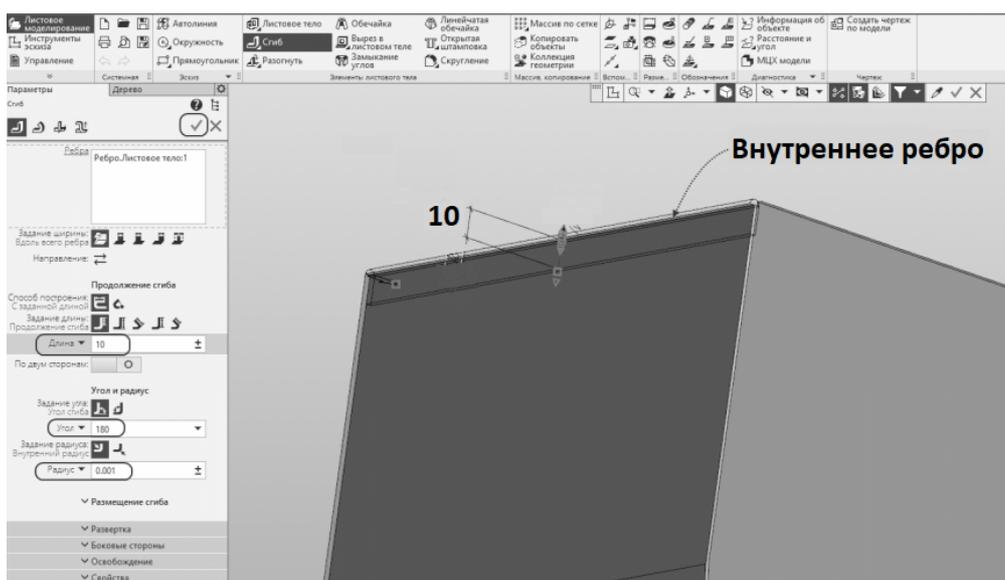

Рис. 9.7. Моделирование плоского сгиба на передней (изогнутой) грани
6. Моделирование плоского сгиба. Данный сгиб нужен для жесткости стенки, также он позволяет убрать острый край. Запускаем команду «Сгиб». Указываем внутреннее ребро вертикальной грани передней (изогнутой) части листовой детали. Устанавливаем угол 180° радиус – 0,01 мм, длину – 10 мм (рис. 9.7). Нажмите кнопку «Создать объект» ✓.